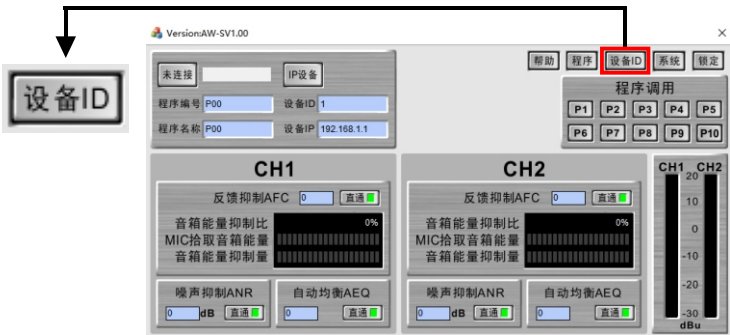

图1.2.1
- 3、在设备上设置 ID 号方法:每台设备先通过USB,在设备ID界面修改设备ID (如图 1.2.1)